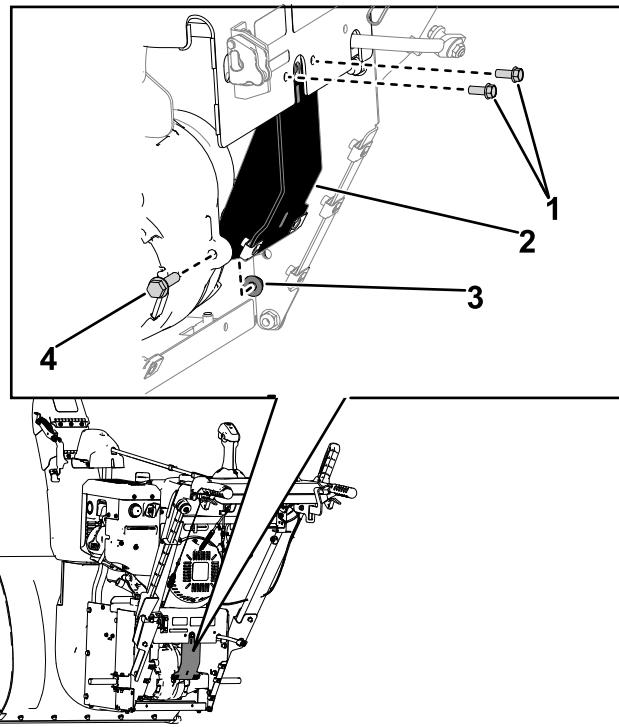

Bild 10
1. Entfernen Sie auf der Rückseite der Maschine die beiden Schrauben (1/4" x 5/8"), mit denen die Stütze des Hydrostatikantriebs an der oberen Platte befestigt ist (Bild 10).
2. Entfernen Sie die Schraube (5/16" x 1 1/4") und die Sicherungsmutter (5/16"), mit denen die Unterseite der Stütze des Hydrostatikantriebs am Hydrostatikantrieb befestigt ist. Entfernen Sie die Stütze des Hydrostatikantriebs aus der Maschine (Bild 10).